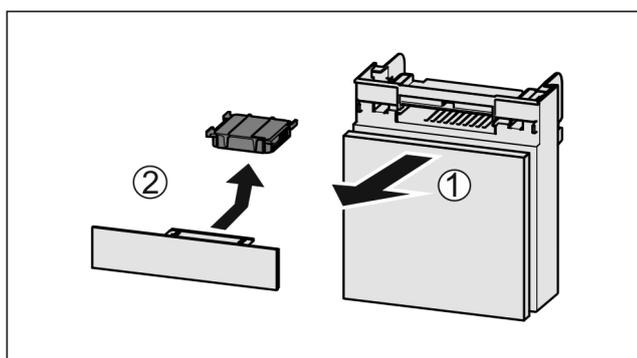

Fig. 131
- ▶ Extraire le compartiment par l'avant Fig. 131 (1).
- ▶ Sortir le filtre à charbon actif Fig. 131 (2).